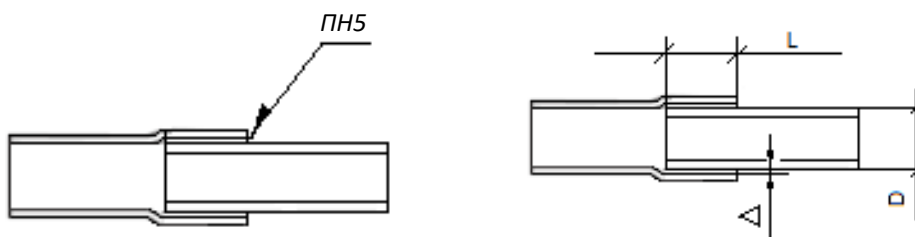

Рис.2.3
- Тип паянного соединения внахлест ПН5 по ГОСТ 19249-73 ПН5(рис.2.3).
- Длина сопряжения труб (L) должна соответствовать условию (D).  $L \geq D$